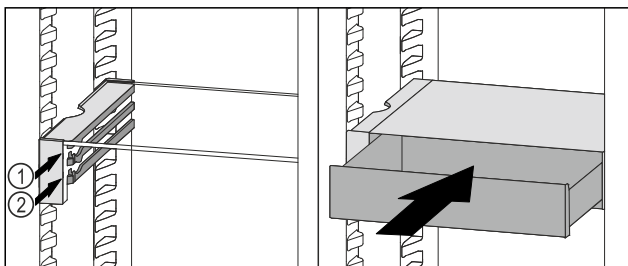

Fig. 135
- Asetage VarioSafe-sahtel peatajate taga soovitud ribile Fig. 135 (1) või Fig. 135 (2).